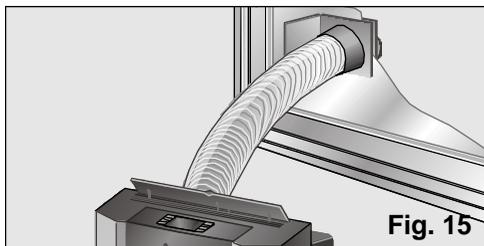

Fig. 15
- Nel caso di un'installazione fissa attraverso finestra, si usa soltanto il pezzo finale trasparente dell'accessorio e bisogna eseguire nel vetro un buco di 10,5 cm di diametro, **Fig. 15**.